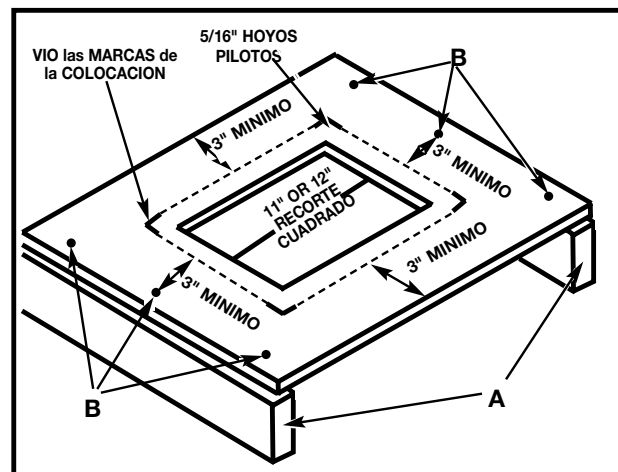

Fig. 4B
Usted puede construir también un apoyo elevado sencillo, como mostrado en el Fig. 4B.
Cuadre el vio en la superficie secundaria y marca la ubicación para cuatro 5/16 hoyos de pulgada para ser taladrada (Fig. 4B).
Aleje la sierra y luego realice los orificios en estas marcas. Ubique y marque un cuadrado de 279 ó 305 mm (11" ó 12") centrado entre los cuatro orificios de montaje. Corte y quite el cuadrado (Fig. 4B). Para elevar la superficie de apoyo, mida dos 2 x 4 (A) Fig. 4B al ancho de dos lados opuestos de la superficie de
apoyo. Fije la superficie de apoyo a los bordes angostos de los 2 x 4 (como se muestra en la Figura 4B) con tornillos para madera (no suministrados) en al menos tres puntos (B) Fig. 4B de cada lado.